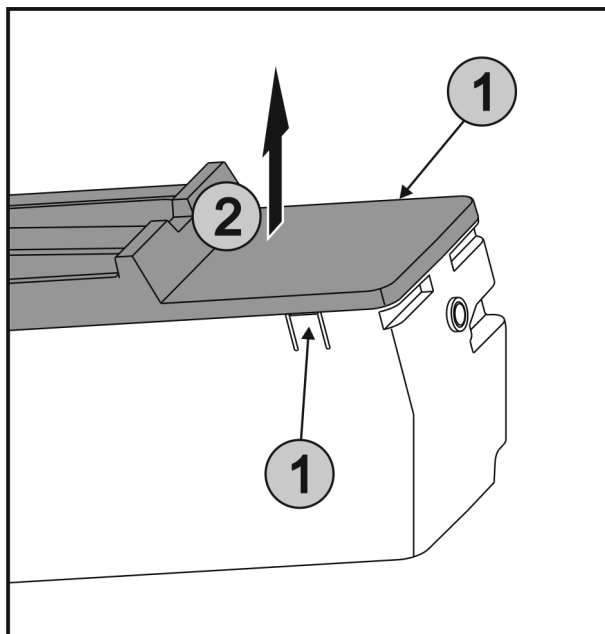

Fig. 74
- ▶ Lippen Fig. 74 (1) aan beide zijden van EasyTwist-Ice gelijktijdig indrukken en de afdekking Fig. 74 (2) omhoog verwijderen.